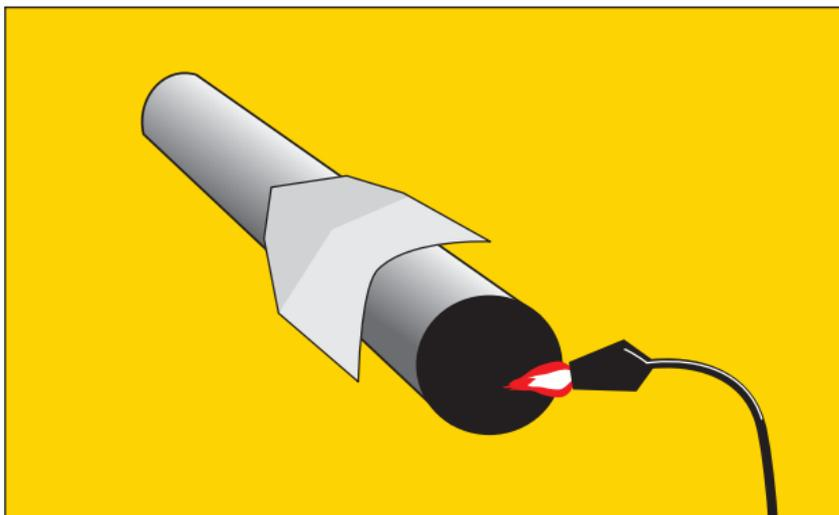

Рис. 23
**ВНИМАНИЕ:** Для предотвращения образования трещин в холодное время года (температуре ниже +5 °С) на SHINGLAS серии КЛАССИК и ДЖАЗ рекомендуется производить изгиб на металлической искусственно подогретой трубе диаметром примерно 10 см (см. рис. 23).